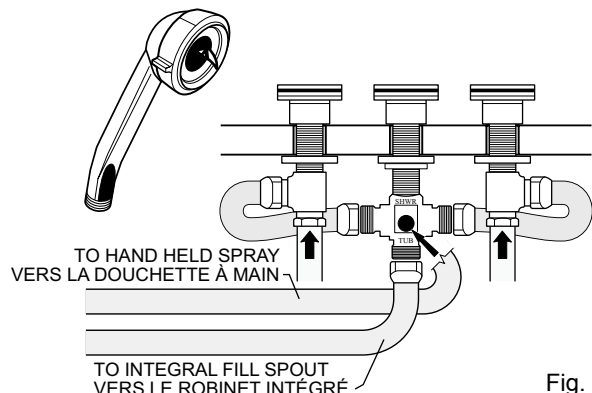

Fig. 26
3. Connect the integral fill to the port labeled «TUB» on the diverter (Fig. 26).
3. Raccorder la conduite de remplissage intégrée à l'orifice nommé « TUB » sur l'inverseur (voir Fig. 26).